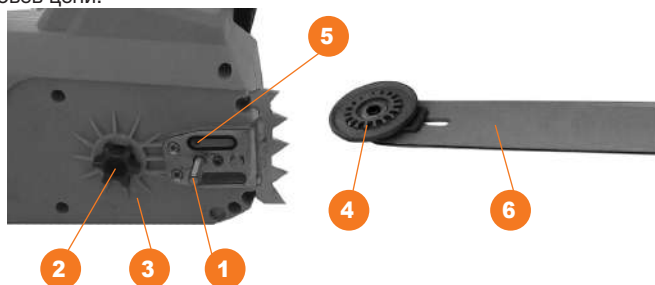

Рис. 2
4. Наденьте на шину **6** (Рис. 2) пильную цепь **1** (Рис. 1), проверив правильность расположения зубьев цепи.
5. Наденьте шину на болт крепления **1** (Рис. 2), расположите ее в самом заднем положении.
6. Цепь наденьте на ведущую звездочку **2** (Рис. 2), и уложите в паз шины. Начинайте эту операцию с верхней части шины. Проверьте, чтобы направление зубьев цепи совпадало с направлением, стрелки **3** (Рис. 2) на корпусе.
7. Слегка подтяните цепь, вращая внутреннее колесо **4** (Рис. 2) системы натяжения цепи по часовой стрелке.